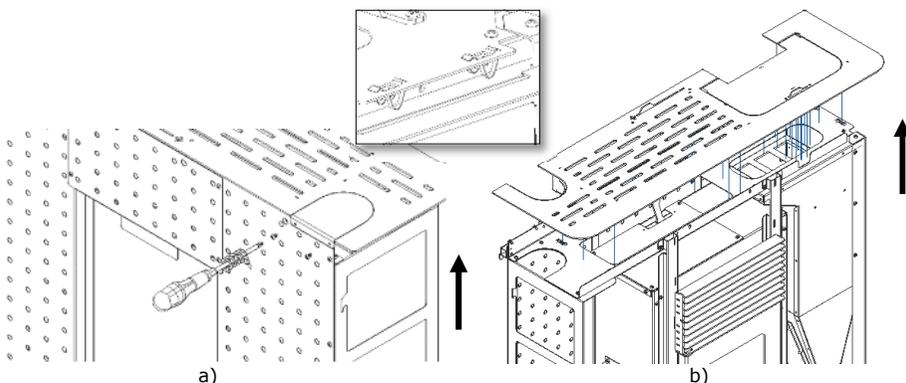

Figura 67 - Remoção tampo superior
a) Retirar o tampo superior do equipamento. Numa 1ª fase deve retirar a tampa pequena que se encontra fixa na parte posterior desapertando os dois parafusos (Figura 67-a). Posteriormente, deve mover o tampo, realizando uma força no sentido indicado, não é preciso nenhuma ferramenta pois o tampo é de encaixe rápido através de molas (Figura 67-b).